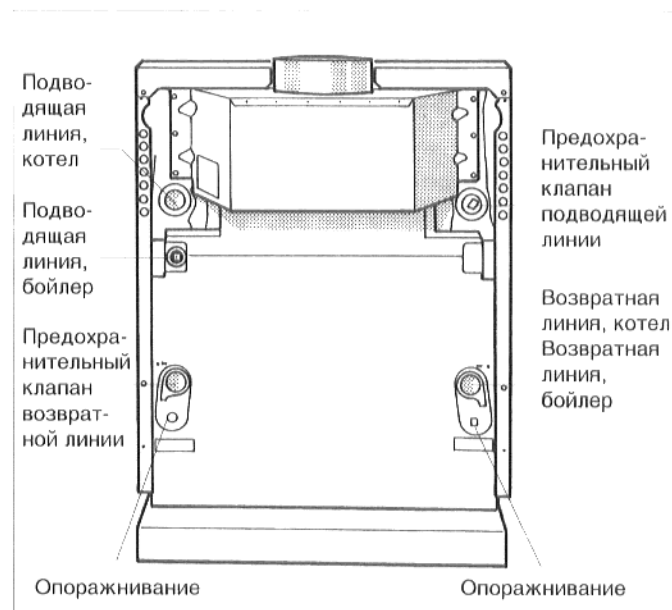

Рис. 3: Присоединения воды
- Подключить котел к трубопроводной сети отопительной установки. В целях обеспечения работоспособности котла, каждое подключение необходимо производить только у предусмотренных для этого точек (рис. 3).
Если котел не подключается к бойлеру-водонагревателю, то подводщую линию бойлера у установки (рис. 3) необходимо закрыть.